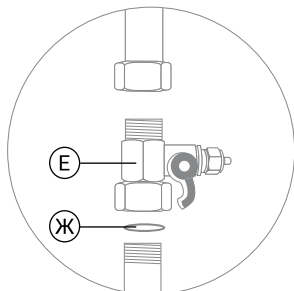

Рис. 12
1. Установите тройник-адаптер (Е) между магистралью холодной воды и гибкой подводкой вашего смесителя. Уплотните соединение тройника-адаптера с магистралью при помощи поставляемого в комплекте уплотнительного кольца (Ж) (рис. 12).